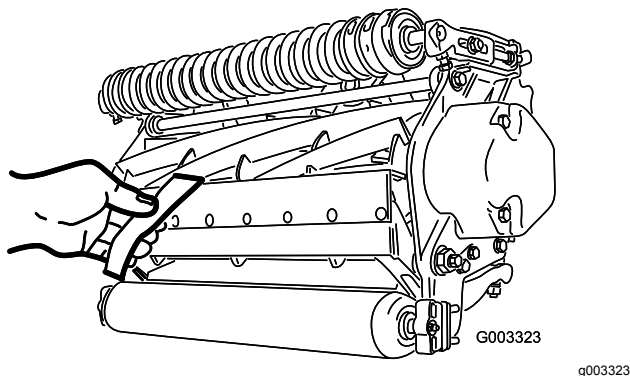

図 10
2. 切れ味確認用のペーパーToro P/N 125-5610を一枚、リールと下刃との間に、下刃に対して直角になるように差し入れて、カッティングユニットの切れ味をテストする **図 10**。ゆっくりとリールを回転させるこれで紙が切れれば合格である。